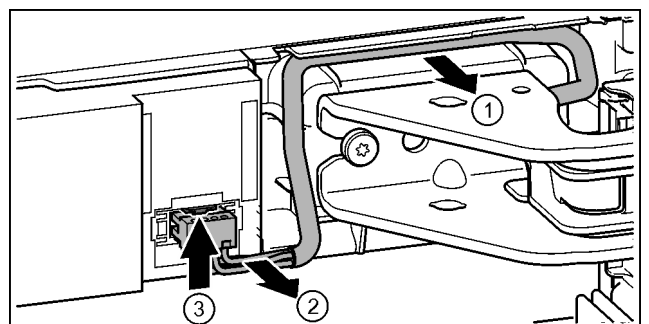

Fig. 18
- Внимателно освободете от водача кабела над лагерната стойка. Fig. 18 (1)
- Внимателно издърпайте от канала кабелните снопове. Fig. 18 (2)
- Натиснете езичето нагоре и внимателно издърпайте щепсела. Fig. 18 (3)